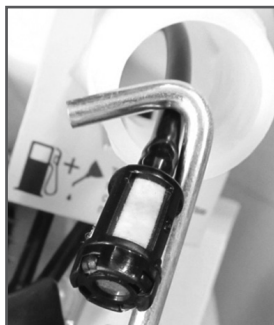

Рис. 14 Извлечение топливного фильтра
- Зацепите крючком топливный шланг с фильтром и вытяните через заливную горловину (Рис. 14).